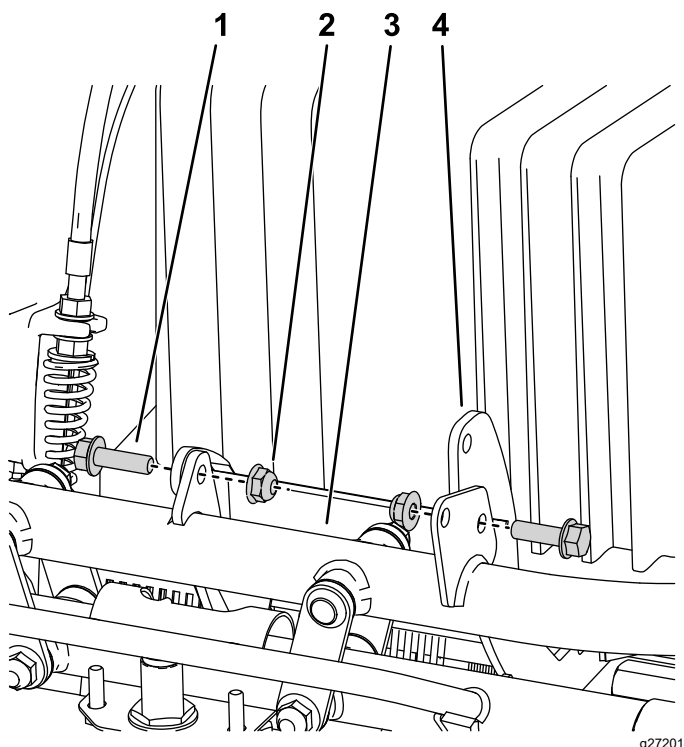

Figure 4
4. Retirez les 2 boulons et les écrous qui fixent le socle de la batterie à l'avant de la machine, puis déposez le socle et la batterie (Figure 4).